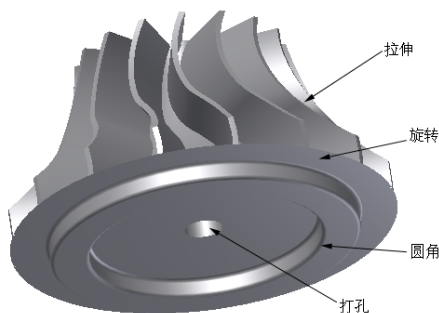

图 1-9 Inventor 中的零件图以及零件模型
(1) 基于特征: 指在参数化造型环境中, 零件是由特征组成的, 所以参数化造型也可成为基于特征的造型。参数化造型系统可把零件的结构特征十分直观地表达出来, 因为零件本身就是特征的集合。图 1-9 是用 Autodesk 公司的 Inventor 软件做的零件图, 左边是零件的浏览器, 显示这个零件的所有特征。浏览器中的特征是按照特征的生成顺序排列的, 最先生成的特征排在浏览器的最上面, 这样模型的构建过程就会一目了然。